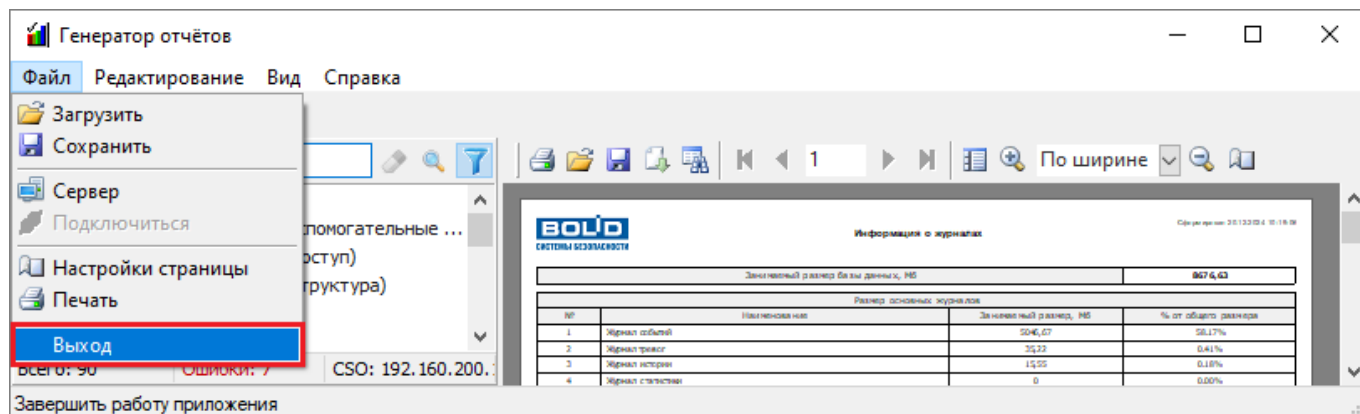

Рисунок 11-346 Завершение работы Генератора отчетов через меню "Файл"
- выберите в меню «Файл» (см. п. 11.5.1.1) пункт «Выход» (см. Рисунок 11-346);